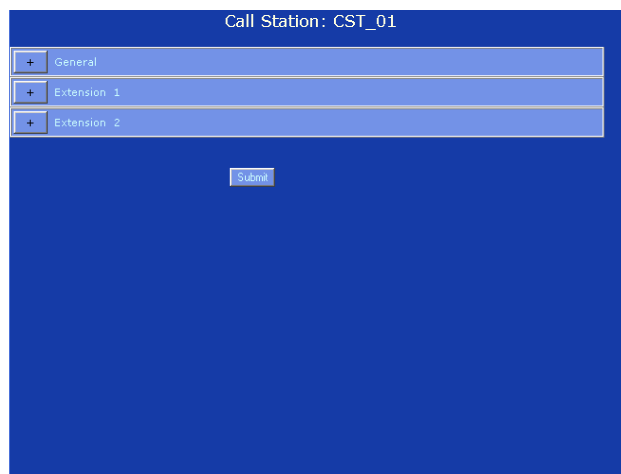

figura 36.39: Switch trigger, passaggio 2
- 2 Fare clic sul nome della postazione annunci alla quale è stato connesso il tastierino a cui appartiene il tasto che deve essere programmato. Nella cornice principale dell'interfaccia web, appare una schermata simile a quella in figura 36.39.